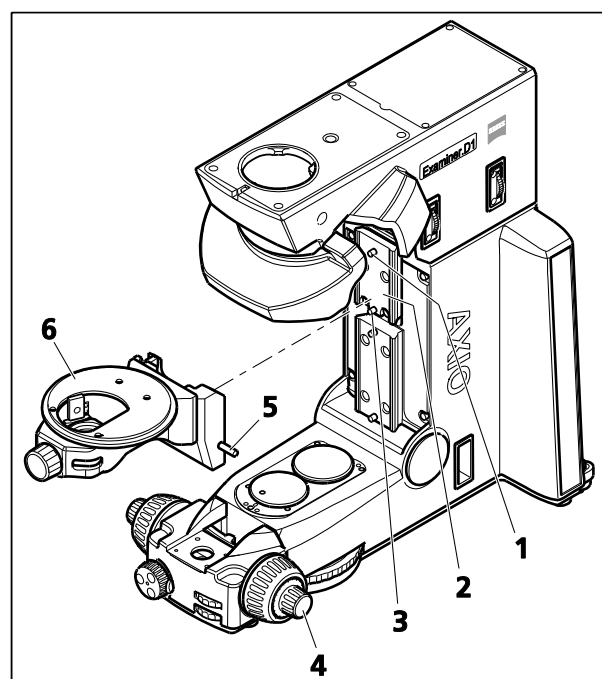

Figure 3-9 Installation d'une monture d'objectif ou d'un porte-objectifs
- Pour l'installation, se placer dans la position Z la plus basse possible à l'aide du bouton à molette (Figure 3-9/4).
- Tenir la monture d'objectif ou le porte-objectif (Figure 3-9/6) de la main gauche et le faire glisser en position légèrement oblique sur le côté gauche d'abord dans le guide supérieur en queue d'aronde (Figure 3-9/2) du statif.
- Placer la monture d'objectif ou le porte-objectifs sur la vis de butée inférieure (Figure 3-9/3).
- Serrer la vis de serrage (Figure 3-9/5) avec la main droite.
- ☞ Si l'adaptateur est utilisé pour élargir la zone d'échantillon (430030-9100-000), pousser la monture d'objectif ou le porte-objectifs contre la vis de butée supérieure (Figure 3-9/1).